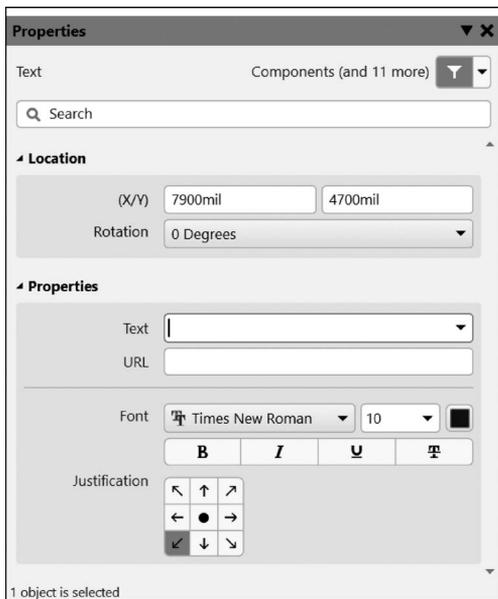

图 3.20 文本字符串属性面板
(1) 在电路原理图编辑器中,选择“放置”→“文本字符串”选项,或者在快捷工具栏单击“放置文本字符串”按钮 ,光标变成十字形,并黏着一个 Text。
(2) 把光标移到电路原理图的适当位置并单击,就在这个位置放置了一个 Text。
(3) 双击 Text,弹出文本字符串属性面板,如图 3.20 所示。在文本字符串属性面板中,可以设置文本字符串的位置、方向、内容、字体、字号、字形等属性参数。